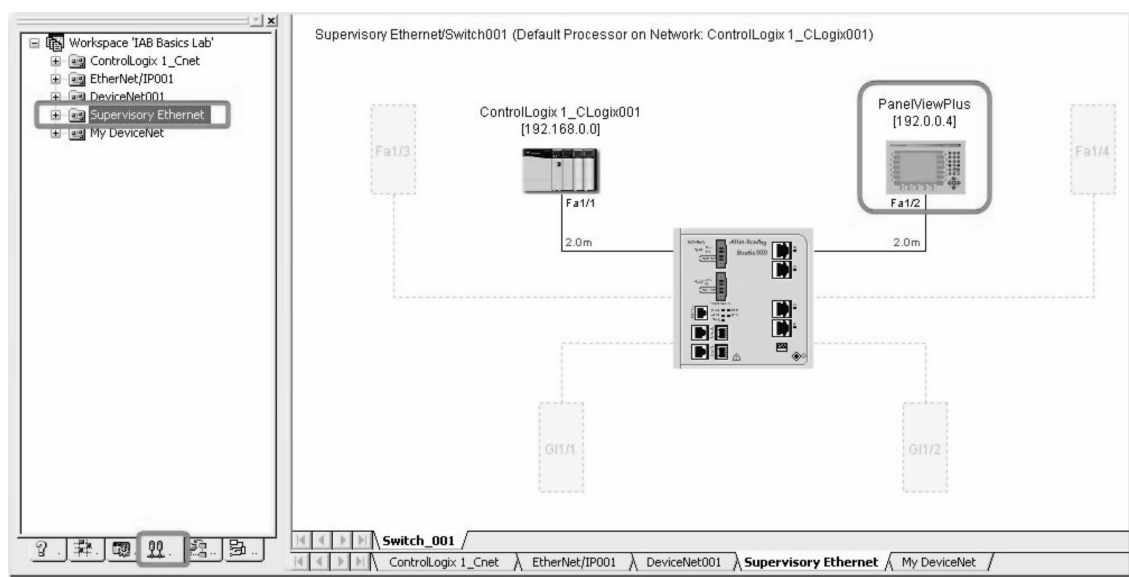

图 26-138 网络视图
7. 再次打开“网络视图”(Network View) (单击“网络”(Network)选项卡并选择 Supervisory Ethernet)，并看到 PanelView Plus 已连接，如图 26-138 所示。